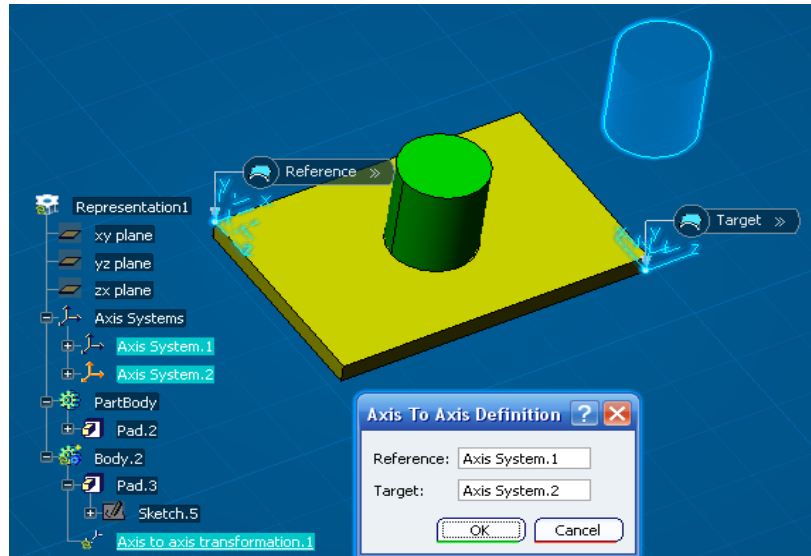

Ilustración 279: Desplazamiento por cambio de sistema de coordenadas.
**AxisToAxis (De sistema de ejes a sistema de ejes).** Para poder usar esta herramienta se deben tener dos sistemas de referencia creados por el usuario. En la ventana de definición de esta opción hay que seleccionar dos sistemas de referencia. El primero que se elige será en el cual se localizará nuestro elemento en coordenadas XYZ. El sistema seleccionado como segundo es al que se desplazará el elemento fijado, con los mismos valores en los ejes XYZ en los que se encontraba el elemento en el sistema inicial. Esta herramienta es una novedad de CATIA v6, comparándolo con el CATIA v5 del manual anterior, puesto que ya se daba esta opción en CATIA v5r19. Para entenderlo mejor, se realizará el ejemplo de la Ilustración 279. Para ello, primero se han creado dos sistemas de ejes, que se utilizarán para este ejemplo.